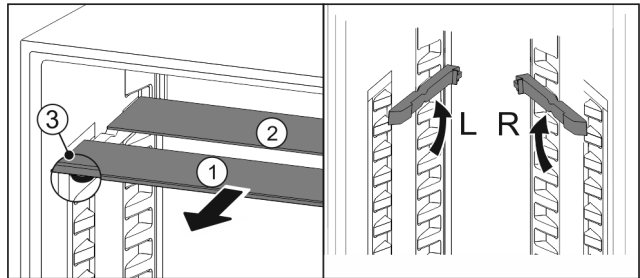

Fig. 35
- Sortir les tablettes par l'avant Fig. 35 (1).
- ▷ La tablette en verre Fig. 35 (1) avec bordure décorative est située à l'avant.
- ▷ Les butées Fig. 35 (3) sont orientées vers le bas.